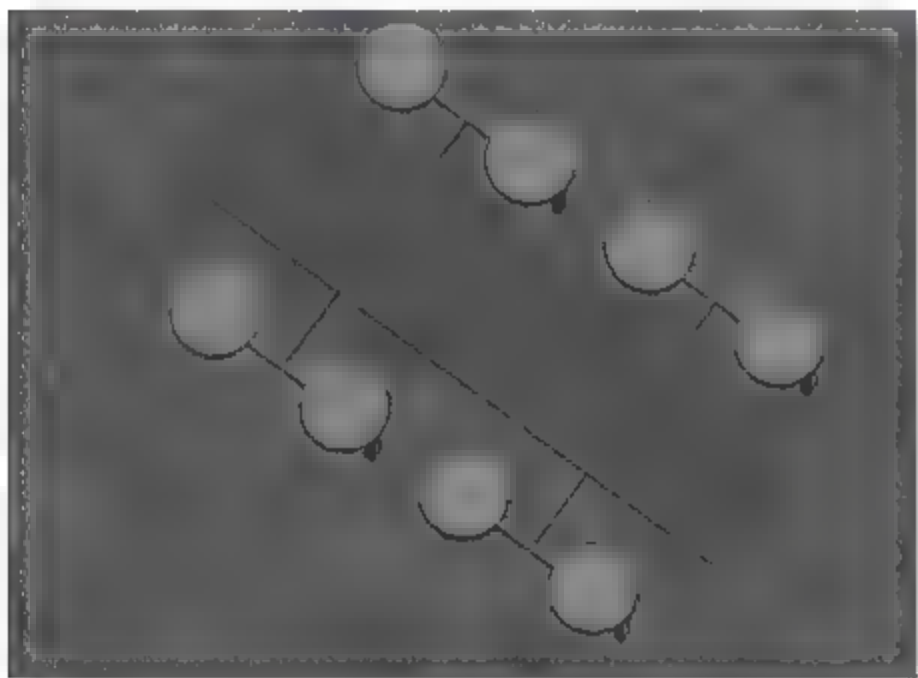
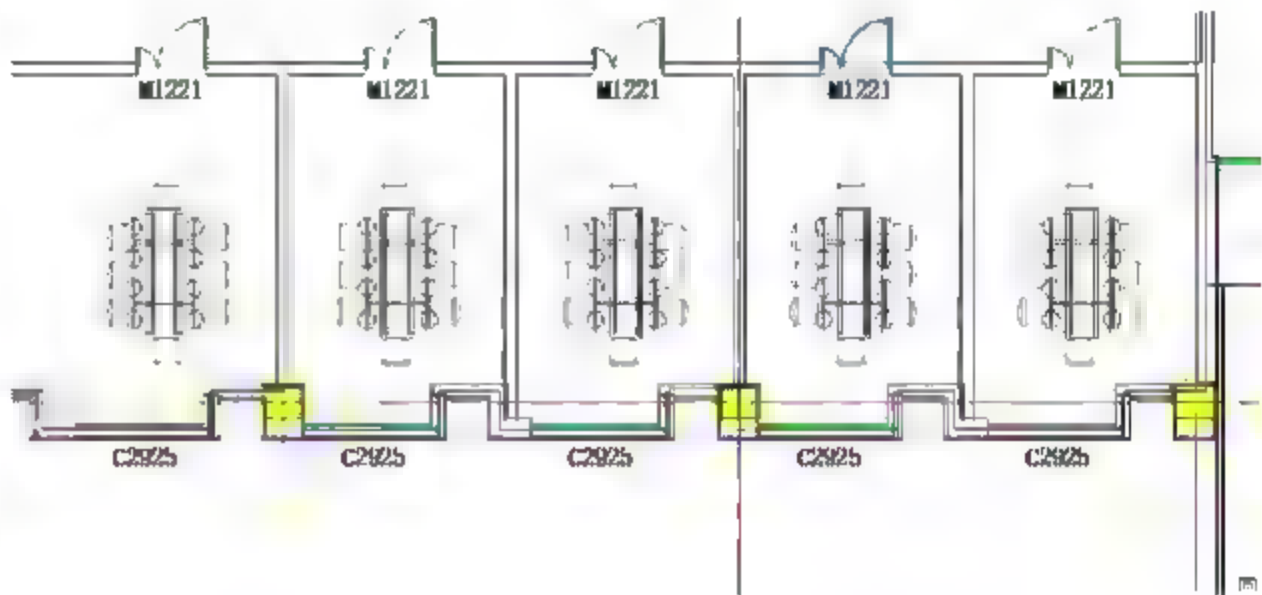

图 10.4.51 插入一套“8 座方形餐座椅”
图 10.4.52 复制其他的“8 座方形餐座椅”
(3) 插入“8座方形餐座椅”。选择“建筑”→“构件”→“放置构建”→“8座方形餐座椅”, 标高设置为“1”层, 偏移量为“0”。将光标移到“8座方形餐座椅”的中心, 单击鼠标, 这样就插入了“8座方形餐座椅”, 三维视图如图 10.4.51 所示。复制其他的“4座方形餐座椅”(也可以一个个插入), 复制完成后如图 10.4.52 所示。